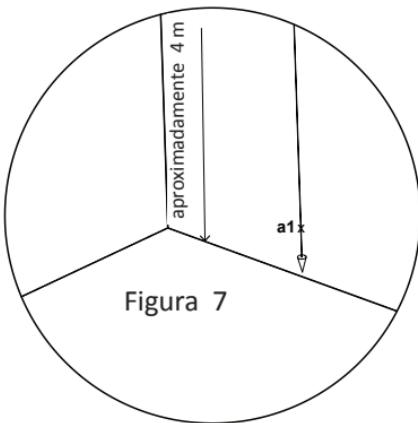

Figura 7
- 2) Despues de asentada la plomada, marque el punto **a1** en la pared detrás de la línea de plomada cerca del cono de la plomada. (ver la figura 7)